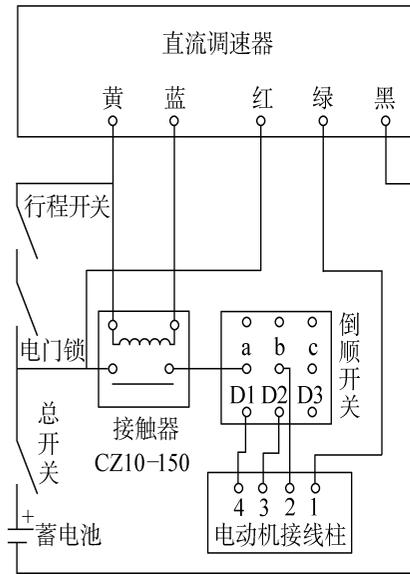

图 4-46 ZD-500SF、ZD-500F 型电动车直流调速器
43. ZD-500SF、ZD-500F 型电动车直流调速器实物及接线示意图 (图 4-46)